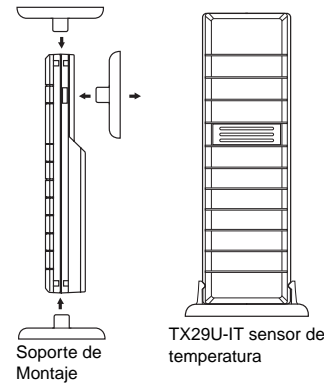

Figura 2
2. Un sensor de temperatura remoto TX29U-IT (Figura 2)